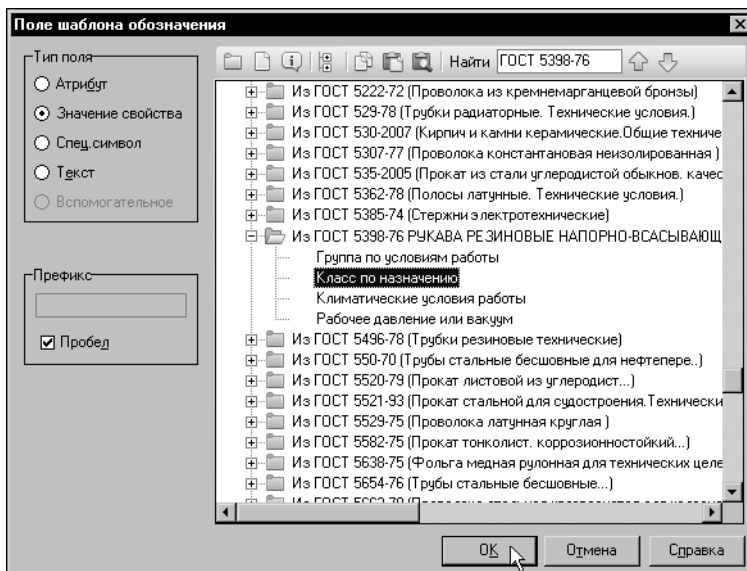

Рис. 6.56. Диалог **Поле шаблона обозначения**
12. Чтобы отделить поля друг от друга, включите опцию **Пробел** и нажмите кнопку **OK** (рис. 6.56).